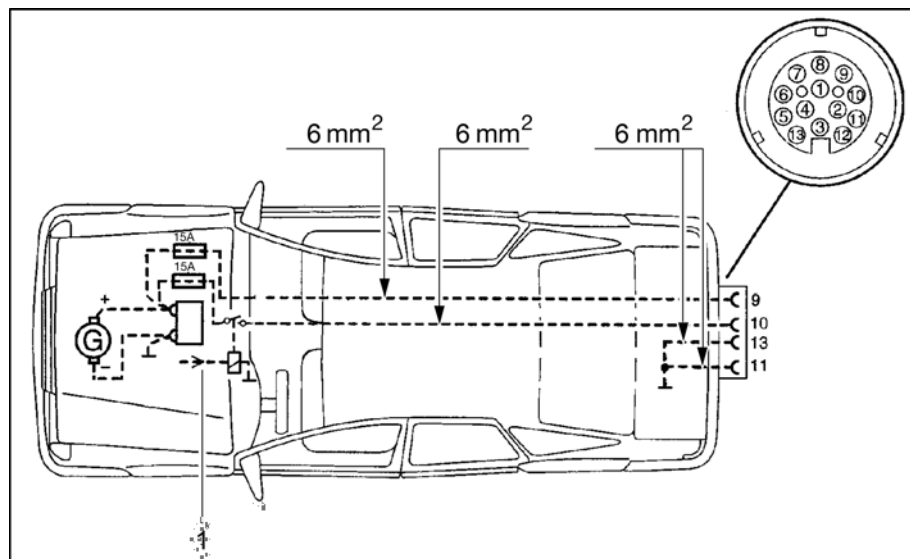

Bild 102 Dragfordonsinstallationschema
- ▷ Installera rätt kabelarea och ett relä för strömförsörjningen (styrd av tändningslåset) i dragfordonet (se Bild 102).